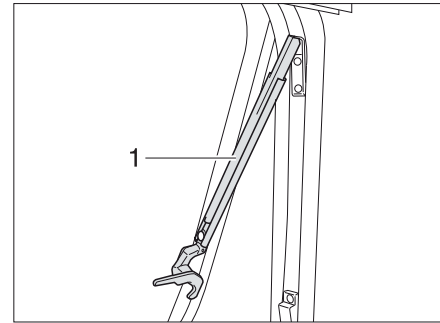

Fig. 42 Fenêtre projetante avec bras automatiques, ouverte
- Ouvrir la fenêtre projetante jusqu'au cran d'arrêt souhaité. Le bras automatique (Fig. 42,1) s'enclenche automatiquement.